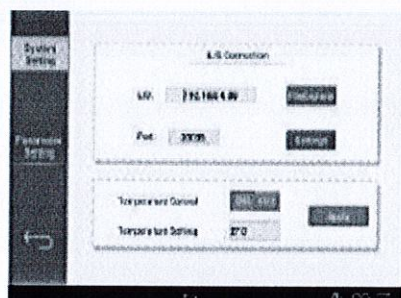

Рис. 6.17
- (4) Настройте IP-адрес сетевого порта прибора для передачи LIS и убедитесь, что он соответствует IP-адресу компьютерного терминала (см. Рис. 6.17).